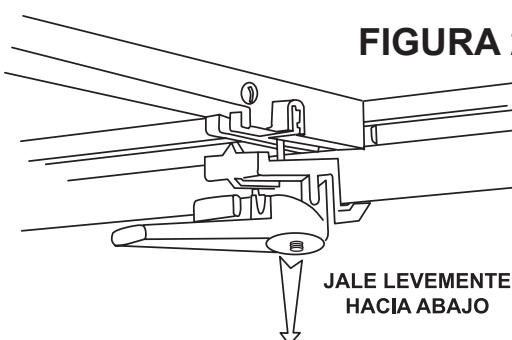

FIGURA 2
4. Incline la manija/ensamble de la abrazadera de manera que el localizador entre en la ranura, jale el ensamble y deslice la abrazadera debajo del extremo del borde interior del riel de la caja de carga. Consulte la figura 2.
deslice la abrazadera debajo del extremo del borde interior del riel de la caja de carga. Consulte la Figura 2.